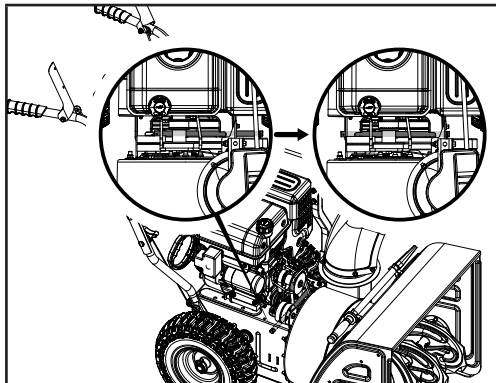

Figure 32
11. Ré-assemblez la tige de soutien en la repoussant en place; assurez-vous qu'elle est bien engagée dans le disque d'embrayage et remettez en place la rondelle et la pince (figure 32).